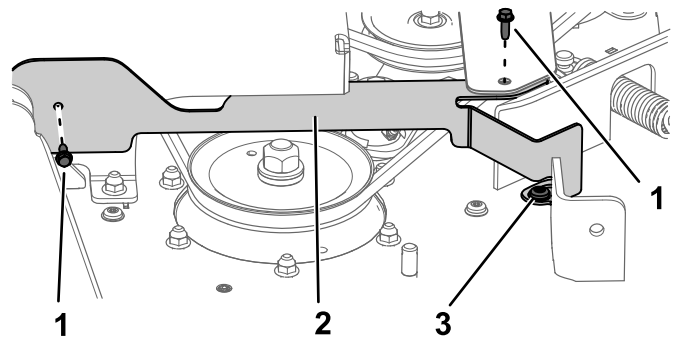

Figura 32
2. No lado direito da máquina, retire os parafusos de cabeça sextavada ($\frac{1}{4}$ pol. x $\frac{3}{4}$ pol.) e desaperte o parafuso com olhal (Figura 32). Retire a proteção.